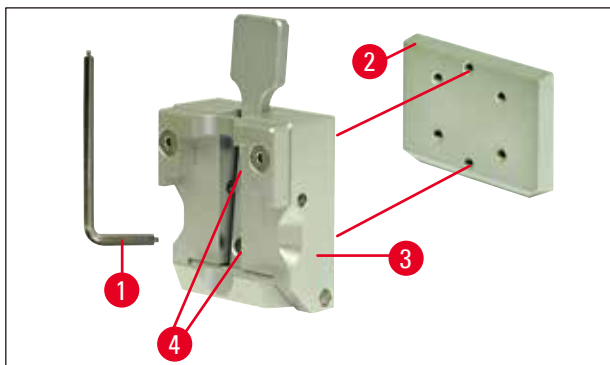

Bild 10
3. Ta bort sinkstyrningen (→ Bild 10-2) från preparatklämman (→ Bild 10-3) genom att lossa de båda skruvarna (→ Bild 10-4) från sinkstyrningen (→ Bild 10). Använd sexkantnyckeln med handtag nr 3.